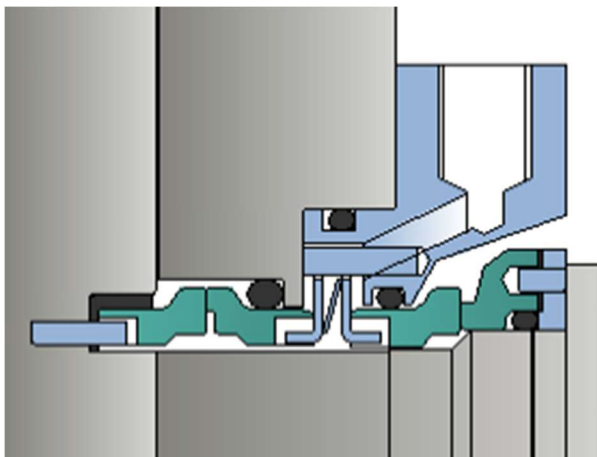

Abbildung 12 – Doppelt wirkende Gleitringdichtung (Größe 40-70)
Bei den doppelt wirkenden Dichtungen Code D bildet die Flüssigkeit zwischen der Primär- und der Sekundärdichtung eine Barriere zwischen der Pumpe und der Atmosphäre. (Abbildung 12)
- Das System kann so installiert werden, wie in Abbildung 12 dargestellt, muss aber gegen den vollen Druck im Leitungssystem der Pumpe beständig sein.